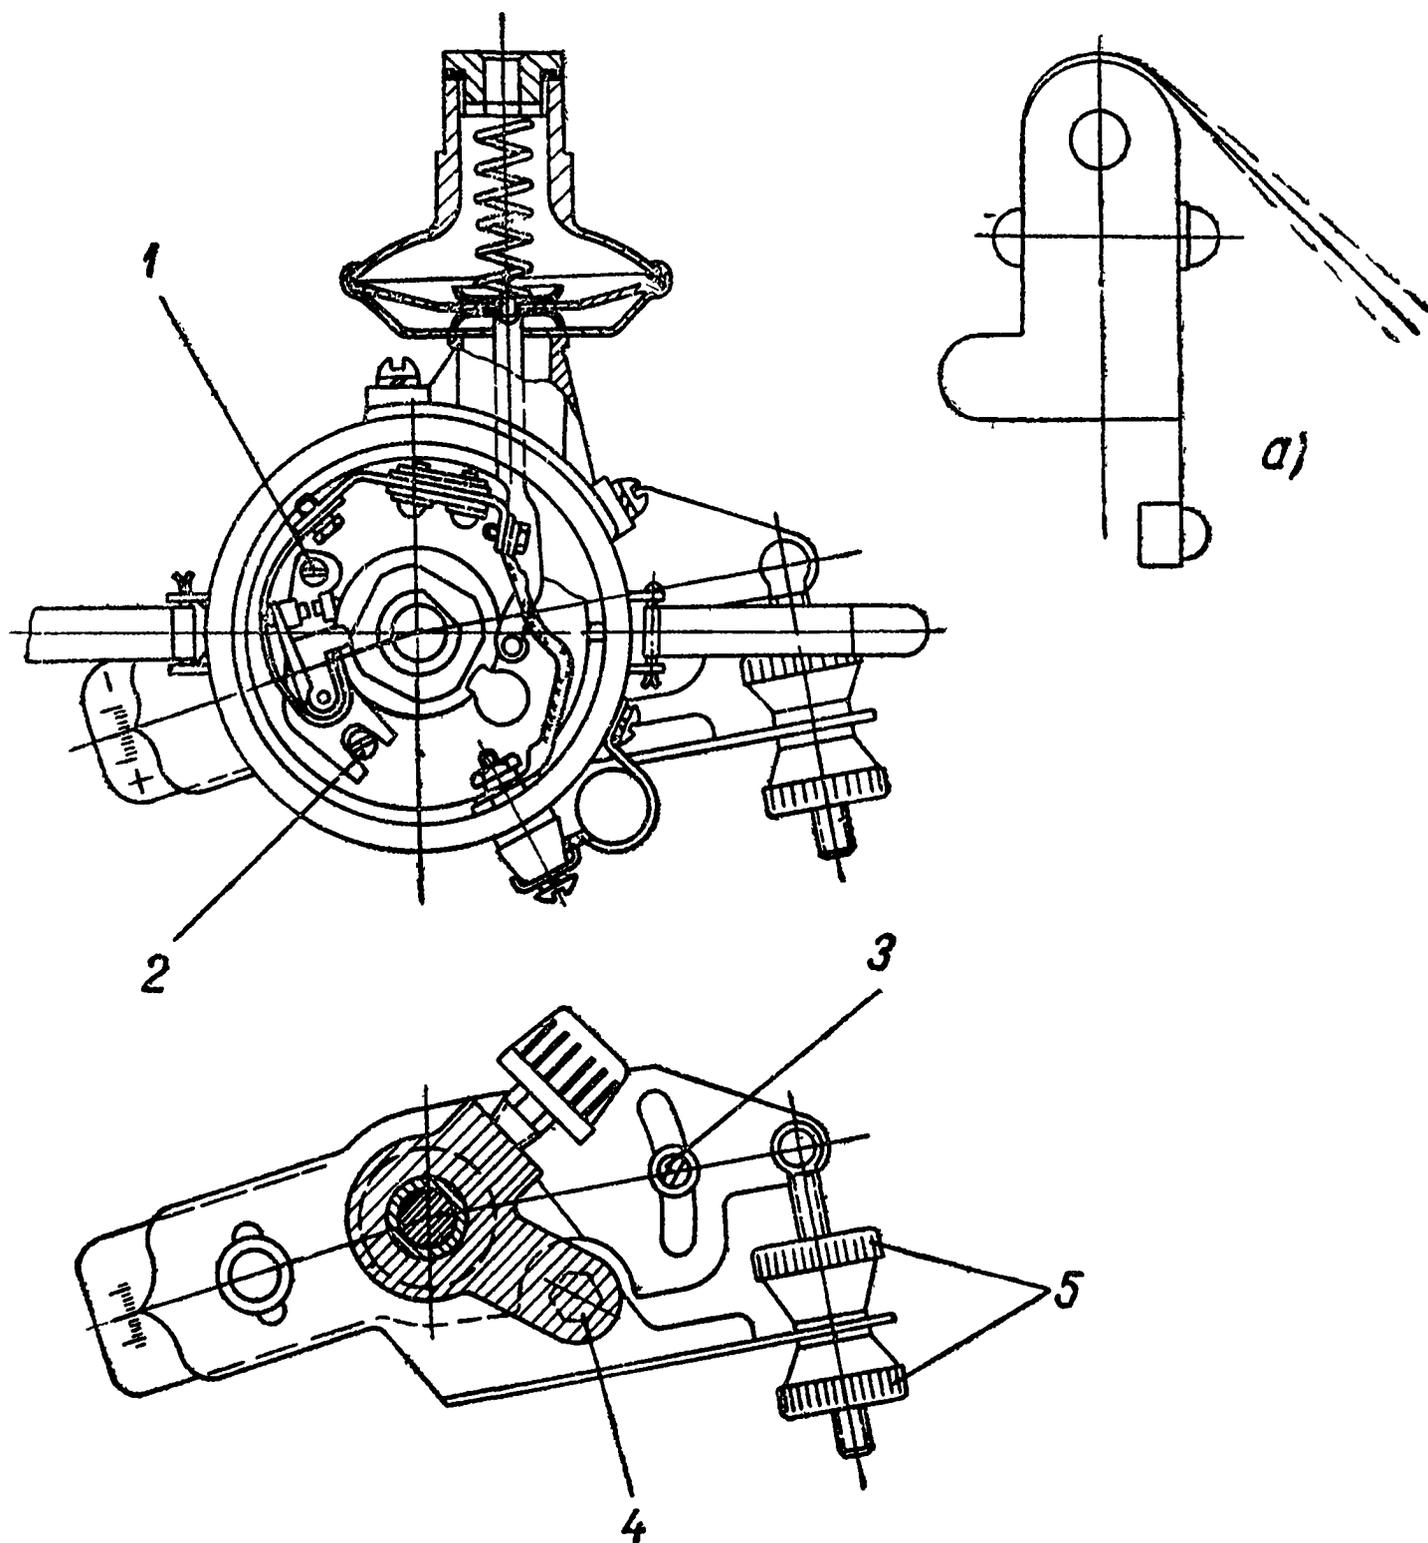

Рис. 19. Распределитель зажигания:
Для изменения зазора следует ослабить винт 1 (рис. 19), крепящий пластинку, несущую неподвижный контакт прерывателя, и, вращая винт 2, установить по щупу требуемый зазор. После установки правильного зазора завернуть винт 1 крепления пластины.
8. Гайками 5 (рис. 19) плавной настройки установить шкалу октан-корректора на нулевое деление.
Чтобы отрегулировать зазор, необходимо: вращая коленчатый вал пусковой рукояткой, установить кулачок прерывателя в положение, при котором контакты будут максимально разомкнуты, ослабить стопорный винт, крепящий стойку неподвижного контакта и повернуть отверткой регулировочный винт 2, находящийся в развилке стойки (рис. 19), так, чтобы в зазор между контактами плотно входил щуп толщиной 0,4 мм, но не отжимал бы рычажок; после этого затянуть винт, крепящий стойку неподвижного контакта, и снова проверить зазор щупом. Щуп должен быть чистым.
Если замыкания не произошло или произошло вялое замыкание контактов, необходимо устранить заедание (в условиях ремонтной мастерской) и отрегулировать натяжение пружины прерывателя в пределах 400—600 г, сняв рычажок и изгибая пружину в ту или иную сторону, по надобности (см. рис. 19).